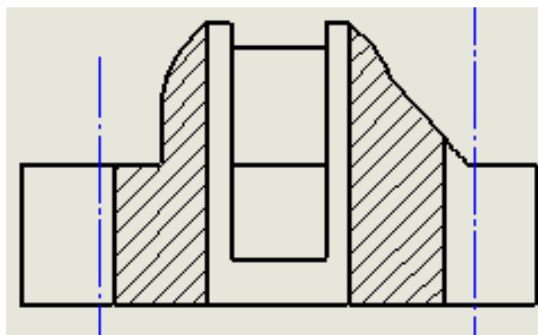

Рис. 81. Осьові лінії для центрів відкритих пазів
9. Проведіть осьові лінії там, де проходять центри відкритих пазів (рис. 81). Використовуйте прив'язку осьових ліній до центрів кола.